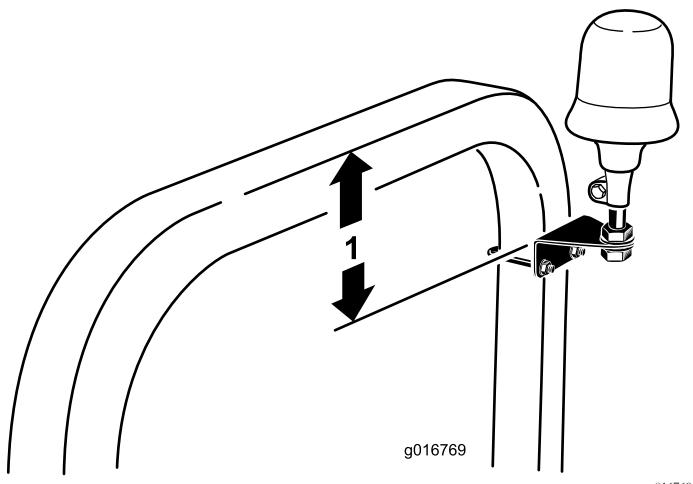

図 8
3. ビーコンブラケットの位置を調整するROPS最上部から24cm離してUボルトのナットを締め付ける図8。